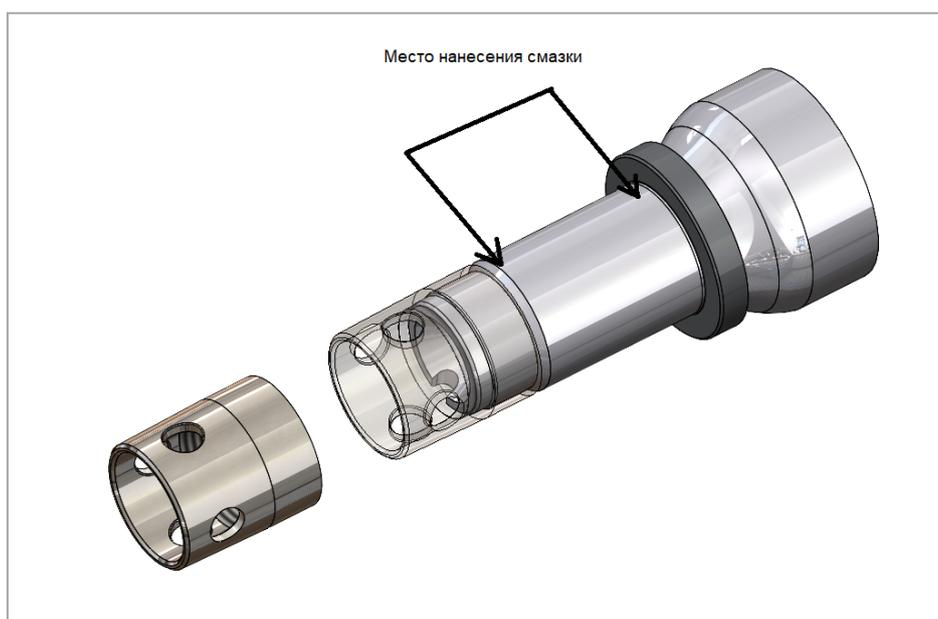

Рис. 10.1. Место нанесение смазки.
2) Нанесите тонкий слой антифреттинговой смазки 85% на цапфу, остаток 15% используйте ближе к упорному кольцу (рис. 10.1).